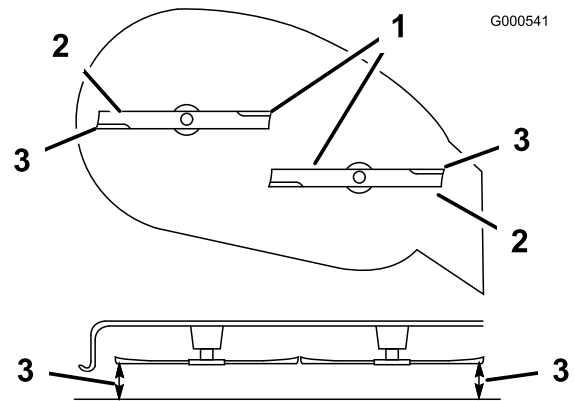

Figure 41
5. Tournez prudemment les lames pour qu'elles soient parallèles dans le sens transversal (Figure 41). Si les deux mesures diffèrent de plus de 5 mm, un réglage s'impose. Poursuivez la procédure.
6. Mesurez la distance entre les tranchants extérieurs et le sol plat (Figure 41). Si les deux mesures diffèrent de plus de 5 mm, un réglage s'impose. Poursuivez la procédure.